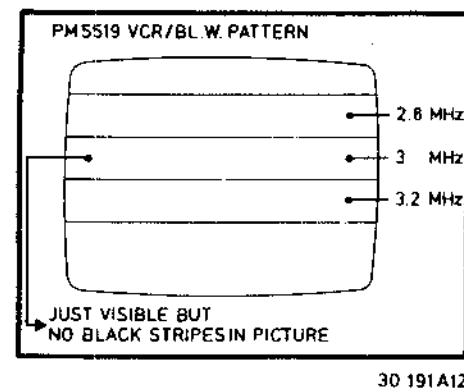

Bild 1
- Aufnahme wiedergeben (siehe Bild 1).